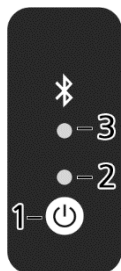

Рисунок 1
8.2.1. Включить АП. Для этого необходимо нажать и удерживать не менее 3 сек кнопку включения, расположенную на корпусе. При этом рядом с кнопкой включения загорится зеленый светодиод (индикатор 2, рис.1), индицирующий включенное состояние АП.